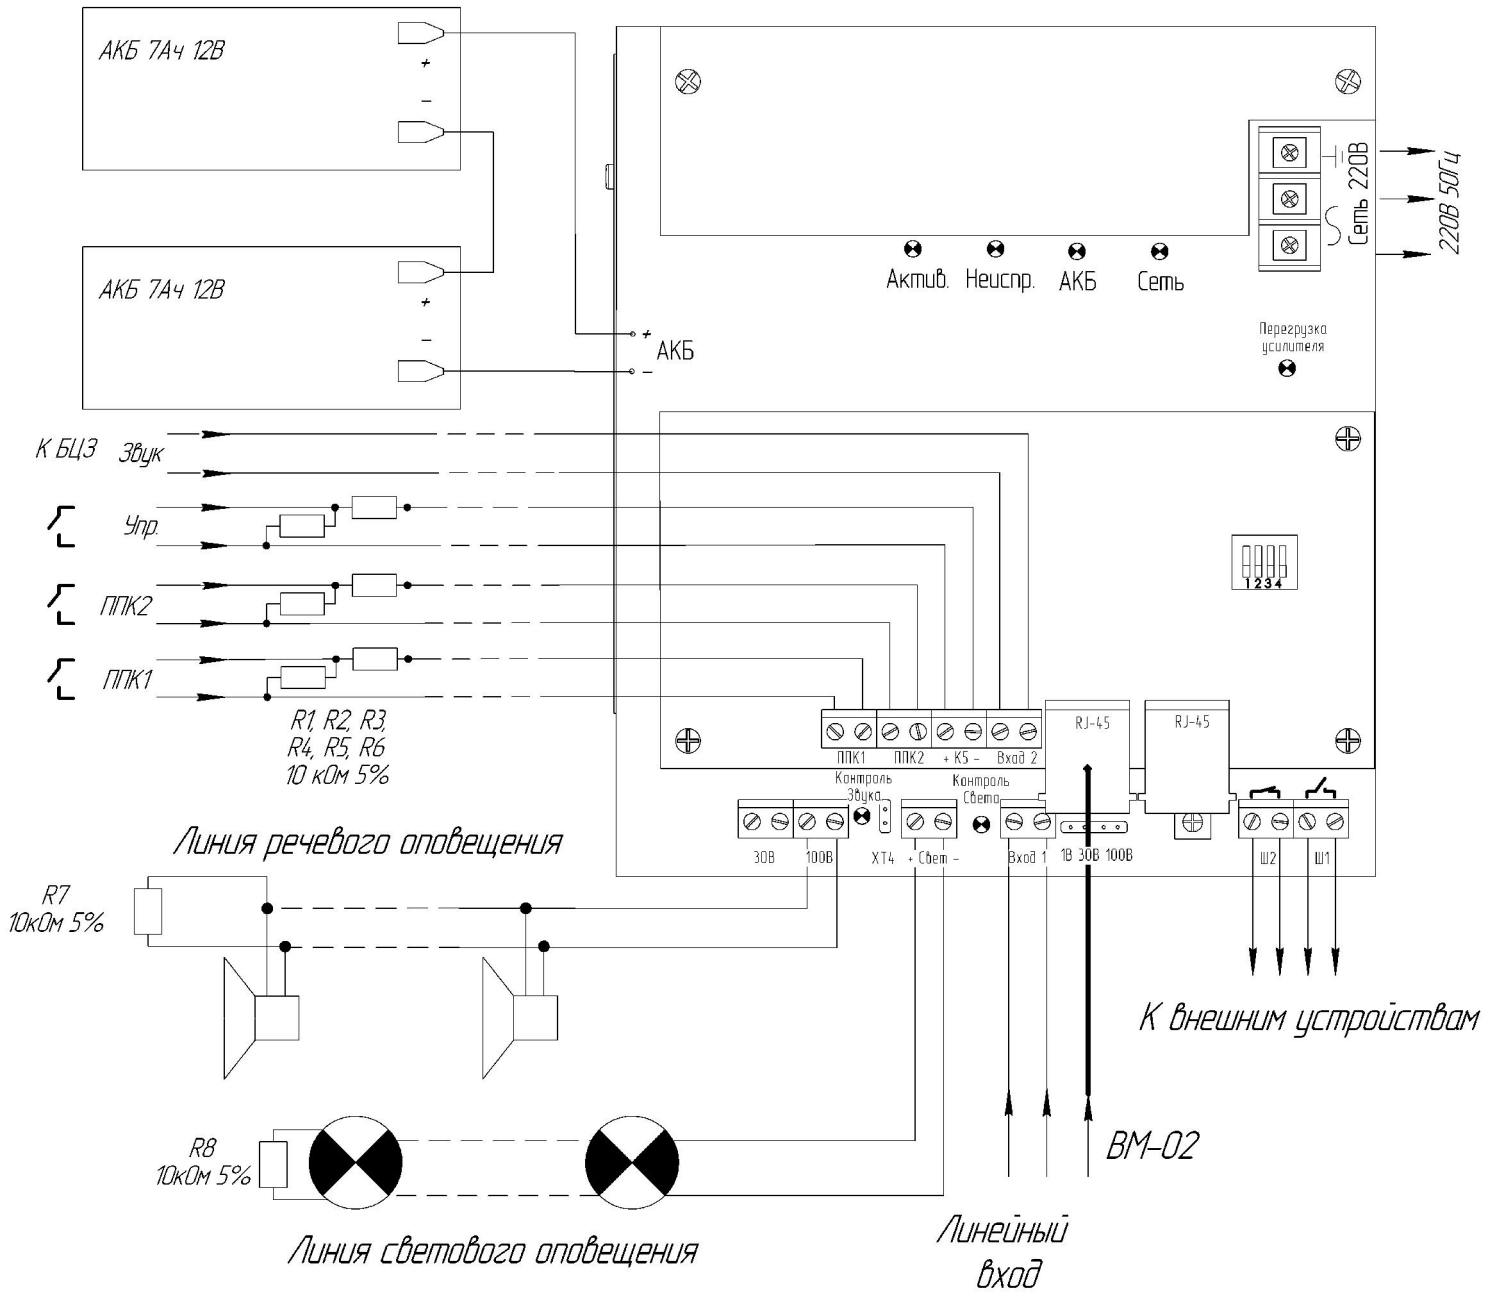
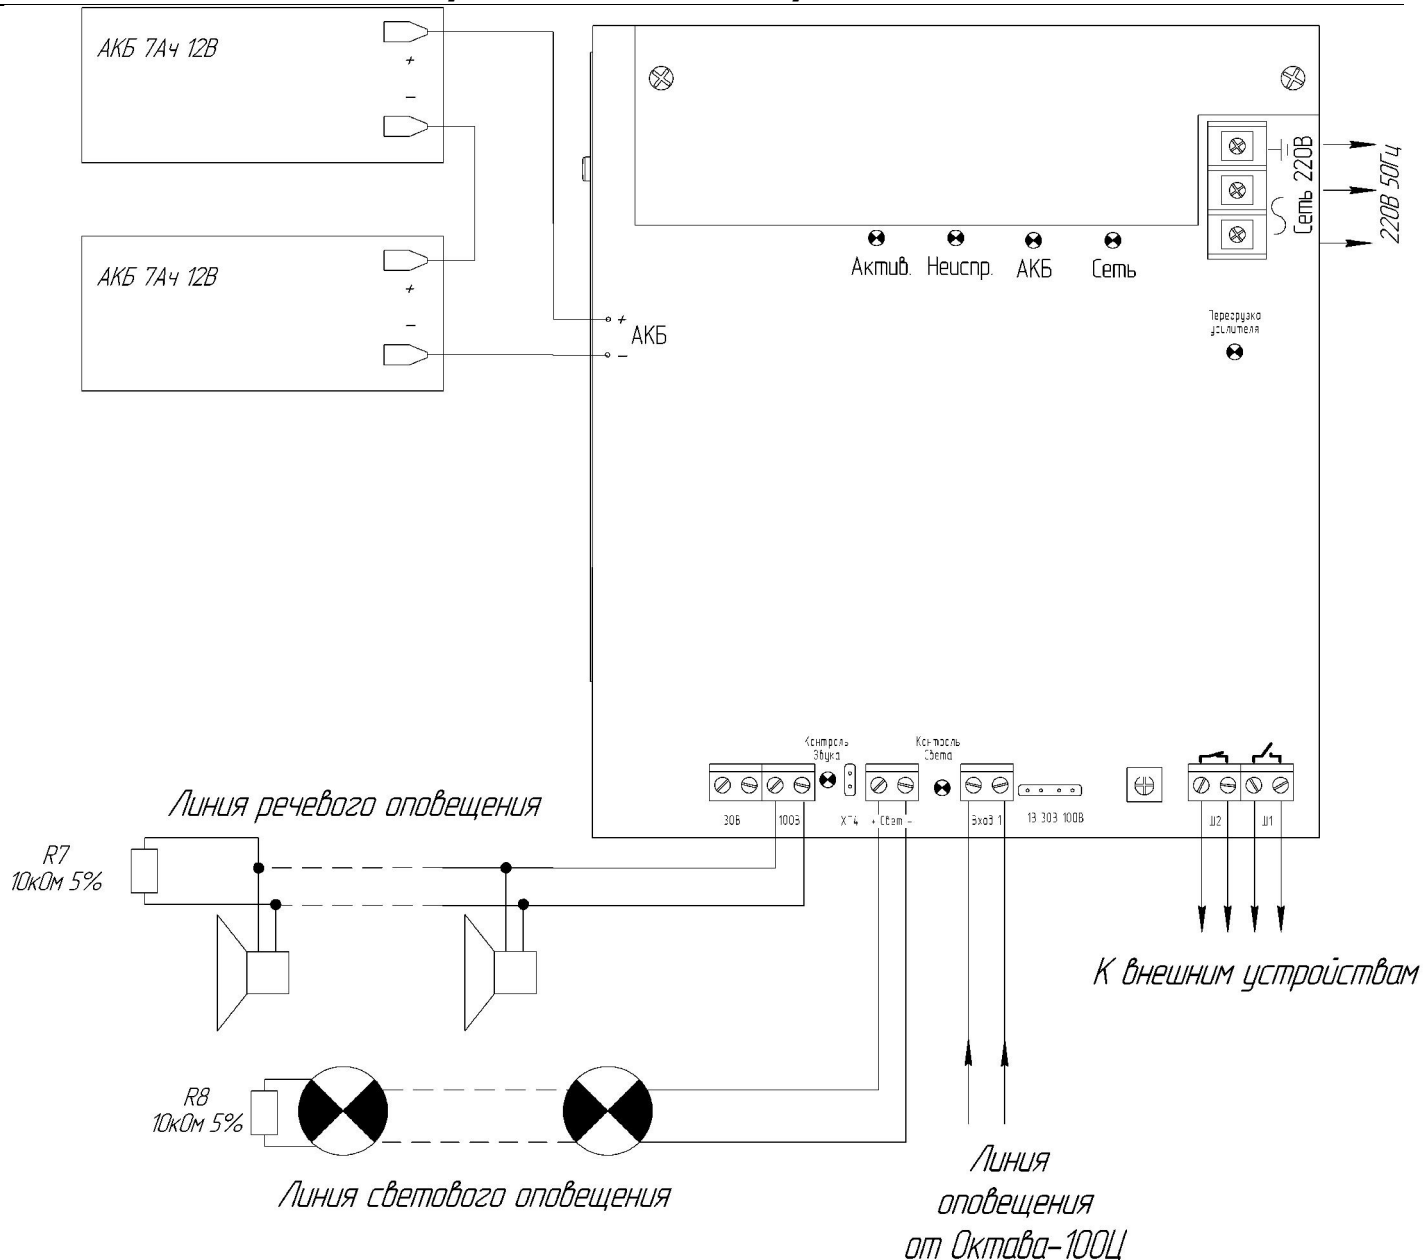

Рисунок 6 Основная схема подключения «Октава-100Ц»
Рисунок 7 Основная схема подключения «Октава-100Ц»
- Открыть крышку прибора и закрепить прибор на стене шурупами через отверстия в основании. Кабели питания и линии связи завести через отверстия в нижней стенке корпуса. Основная схема подключения «Октава-100Ц» приведена на Рисунок 6, схема подключения «Октава-100Б» приведена на Рисунок 7;